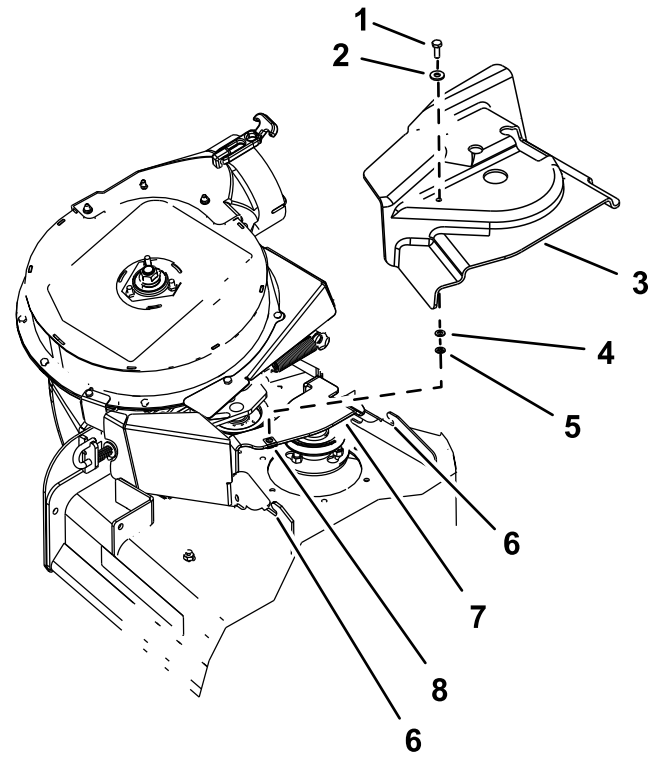

Figura 18
1. Coloque la arandela ($\frac{5}{16}$ " x $\frac{3}{4}$ ") en el perno de cabeza hexagonal ($\frac{1}{4}$ " x $\frac{3}{4}$ "), según se muestra en Figura 18.
2. Inserte el perno y la arandela a través del taladro de la parte superior de la cubierta de la correa, incluida en el kit de soplador y transmisión original (Figura 18).
3. Desde debajo de la cubierta de la correa, monte la arandela ($\frac{1}{4}$ " x $\frac{1}{2}$ ") y el retenedor sobre las roscas del perno de cabeza hexagonal (Figura 18).
2. Alinee la cubierta de la correa con las muescas de las pestañas de la carcasa (Figura 18).
4. Sujete la cubierta de la correa al soporte de la cubierta con el perno de cabeza hexagonal (Figura 18).